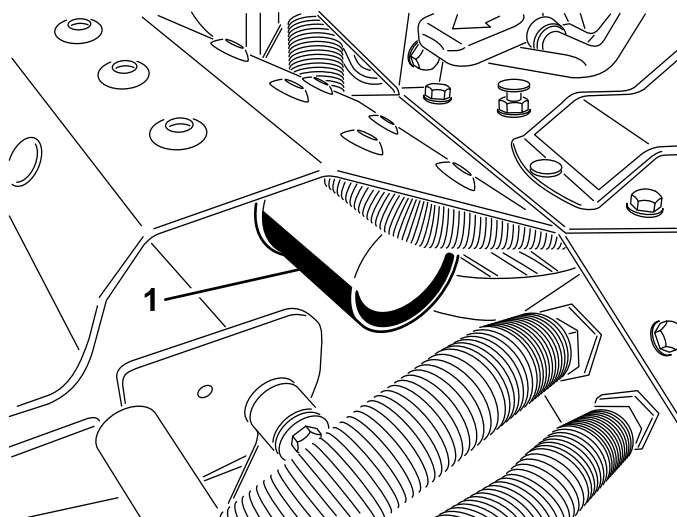

図 61
3. フィルタ取り付け部周辺をウェスできれいにぬぐう (図 61)。フィルタ・ハウジングの下からフィルタを外し、オイルを廃油受けに回収する。フィルタレンチはボトムタイプのもを使用する。廃油は適切な方法で処理する。